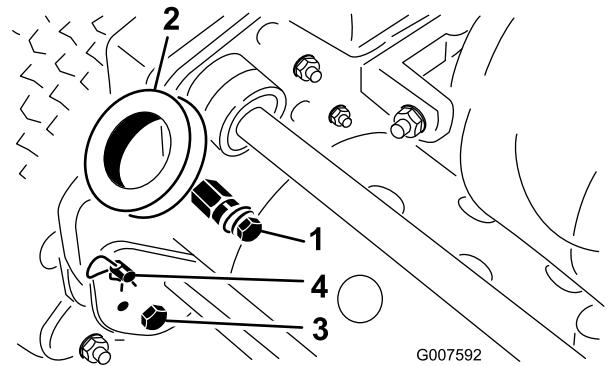

Bild 2
- Nehmen Sie an jeder Seite des Rasenmähers die Schraube, die Scheibe und Sicherungsscheibe vom Befestigungsstift ab (Bild 2).
- Nehmen Sie die Schrauben und Sicherungsmuttern ab, mit denen das Ende der Griffarme an jeder Seite des Rasenmähers befestigt sind (Bild 2).
- Nehmen Sie die Splints und Ringstifte ab, mit denen die Griffarme hinten am Rahmen befestigt sind (Bild 2).
- Schieben Sie die Griffenden durch die Löcher in den Griffarmen und fluchten Sie die Löcher mit den Befestigungsstiften aus (Bild 2).
- Nehmen Sie an jeder Seite des Rasenmähergriffs die Splints von den Ringstiften ab (Bild 2).
- Stützen Sie den Griff ab. Nehmen Sie die Ringstifte an jeder Seite ab. Heben Sie den Griff auf die gewünschte Bedienposition an oder senken ihn ab (Bild 2).